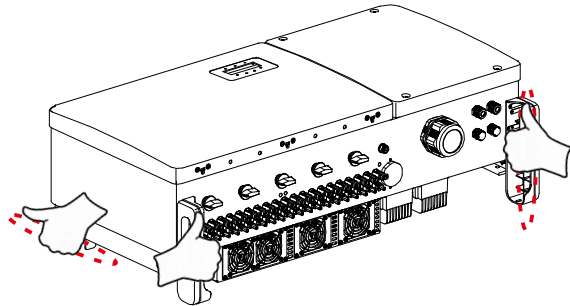

Abbildung 3.4 Wechselrichtergriffe
2. Zum Entnehmen des Wechselrichters aus dem Versandkarton sind zwei Personen erforderlich. Entnehmen Sie den Wechselrichter an den im Wärmeableiter integrierten Griffen aus dem Karton (siehe Abbildung 3.4).